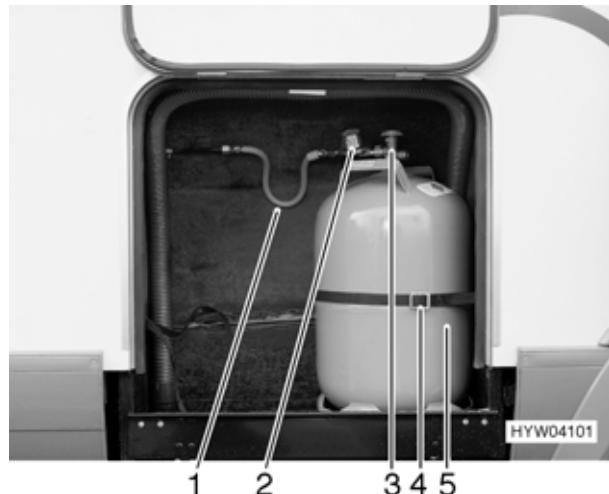

Fig. 102 Vano portabombole
- Chiudere la valvola principale (Fig. 102,3) della bombola del gas (Fig. 102,5). OSSERVARE la direzione della freccia.
- Svitare a mano il regolatore di pressione (Fig. 102,2) del gas, con tubo (Fig. 102,1), dalla bombola del gas (filettatura sinistrorsa).
- Allentare la cinghia di fermo (Fig. 102,4) ed estrarre la bombola del gas.